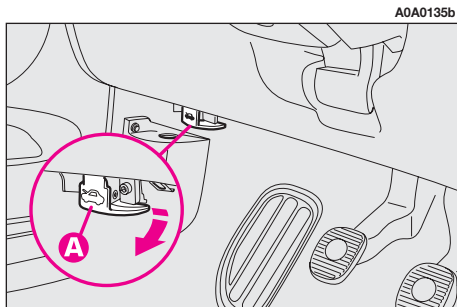

fig. 146
- tirare la leva di apertura (**A-fig. 146**) fino ad avvertire lo scatto di sgancio.